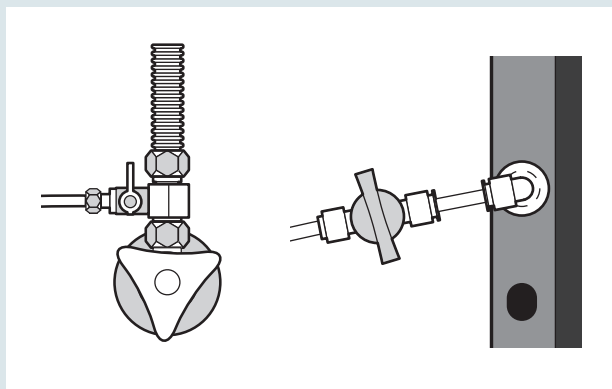

Рис. 2. Подсоединение трубки к адаптеру-соединителю и ко входу воды (INLET).
3. Подсоедините один конец трубки к адаптеру-соединителю, а другой конец – ко входу воды (INLET) на задней панели аппарата (см. рис. 2). Для подсоединения используйте коленчатый патрубок и шаровой клапан, как показано на рисунке.